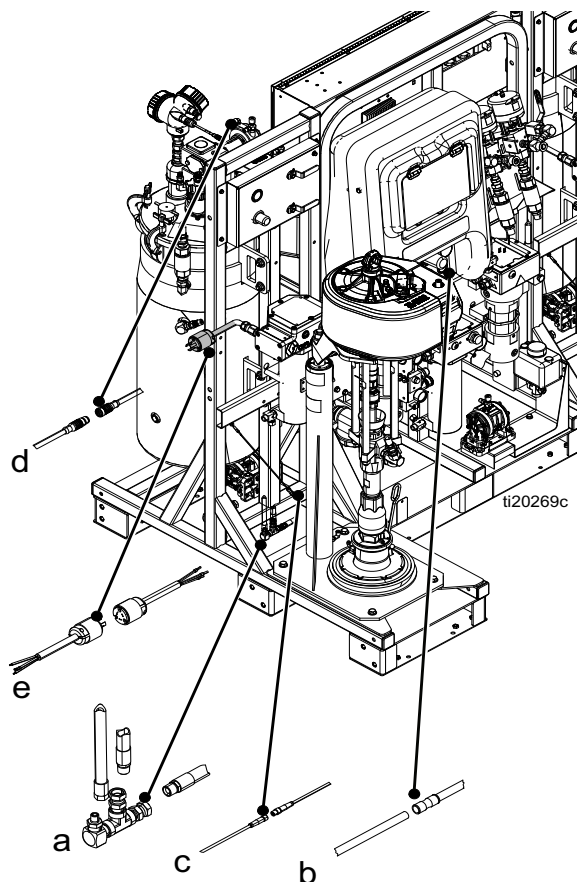

FIG. 15
- Raccorder le tuyau d'air rouge de 12,7 mm (1/2 po.) au raccord-union tournant. Voir le « a » sur la FIG. 15.
- Raccorder le tube d'air de signalisation avec un diam. ext. de 6,3 mm (1/4 po.) au tube muni d'un raccord de tube. Il s'agit du signal qui commande la pompe d'alimentation. Voir le « b » sur FIG. 15.
- Raccorder le petit câble avec un connecteur M8 mâle au connecteur M8 femelle. Voir le « c » sur FIG. 15.
- Raccorder le petit câble avec un connecteur M12 mâle au connecteur M12 femelle. Il s'agit du raccord du capteur de niveau. Voir le « d » sur FIG. 15.